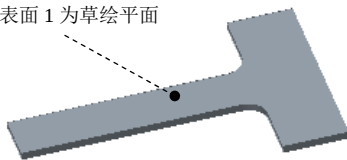
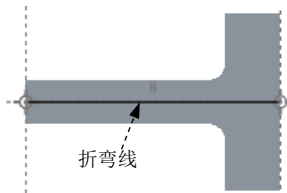

图 11.5.22 定义草绘平面
图 11.5.23 绘制折弯线
Step3. 绘制折弯线。单击 **折弯线** 按钮, 选取图 11.5.22 所示的模型表面 1 为草绘平面, 接受默认的特征创建方向; 然后单击“折弯线”界面中的 **草绘...** 按钮, 绘制图 11.5.23 所示的折弯线。